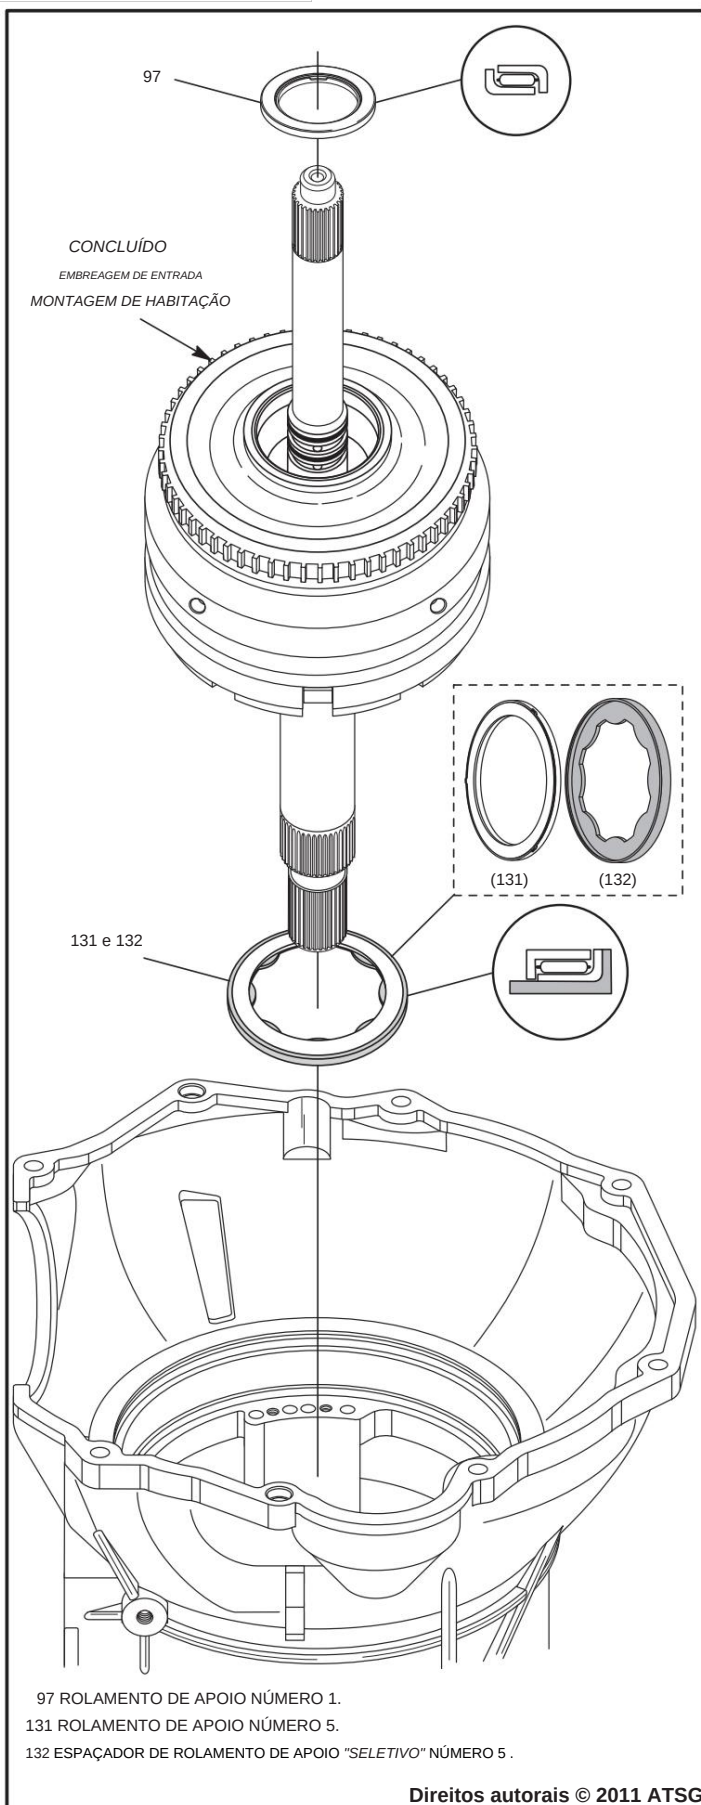

Figura 149
23. Instale o rolamento de encosto número 5 e o espaçador seletivo na parte traseira do cubo da embreagem reversa, conforme mostrado na Figura 149, e prenda com Trans-Jel®.
24. Instale o rolamento de impulso número 1, na direção mostrada na Figura 149, no compartimento do alojamento de entrada concluído.
25. Instale o alojamento de entrada e os rolamentos concluídos na caixa de transmissão, conforme mostrado na Figura 149, girando para frente e para trás até que estejam totalmente assentados.